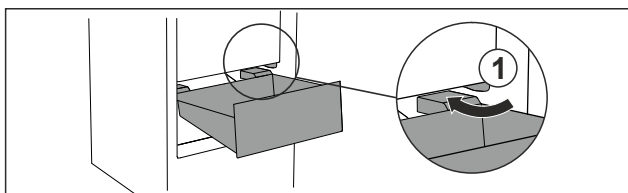

Fig. 137
- Zásuvku ved'te šikmo podél zarážek Fig. 137 (1).